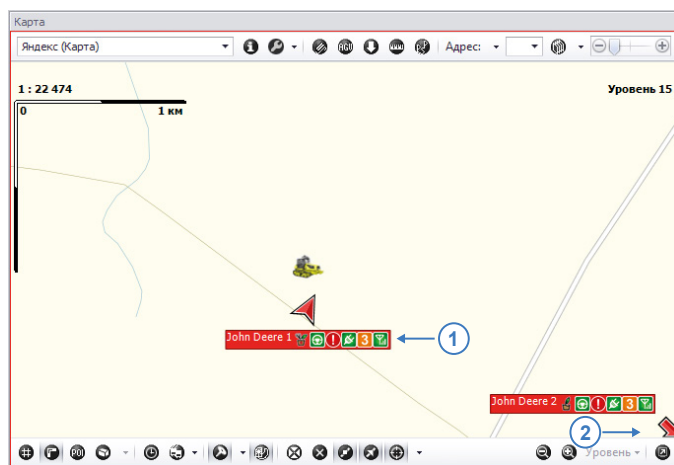

Рис.120. Просмотр всех ТС.
- **Опция «Отображать статусы ТС»** разрешает показывать на карте статусы ТС рядом с иконкой ТС, в том числе и статусы, полученные от устройств «АвтоГРАФ-NAVIGATOR» (**Рис.120, п.1**).
- **Опция «Показывать направление на ТС, если курсор вне экрана»** разрешает показывать стрелкой на карте примерное положение ТС, если курсор ТС находится за пределами рабочей области карты (**Рис.120, п.2**). Двойной клик¹ на стрелке центрирует карту относительно курсора ТС, на который указывает стрелка.